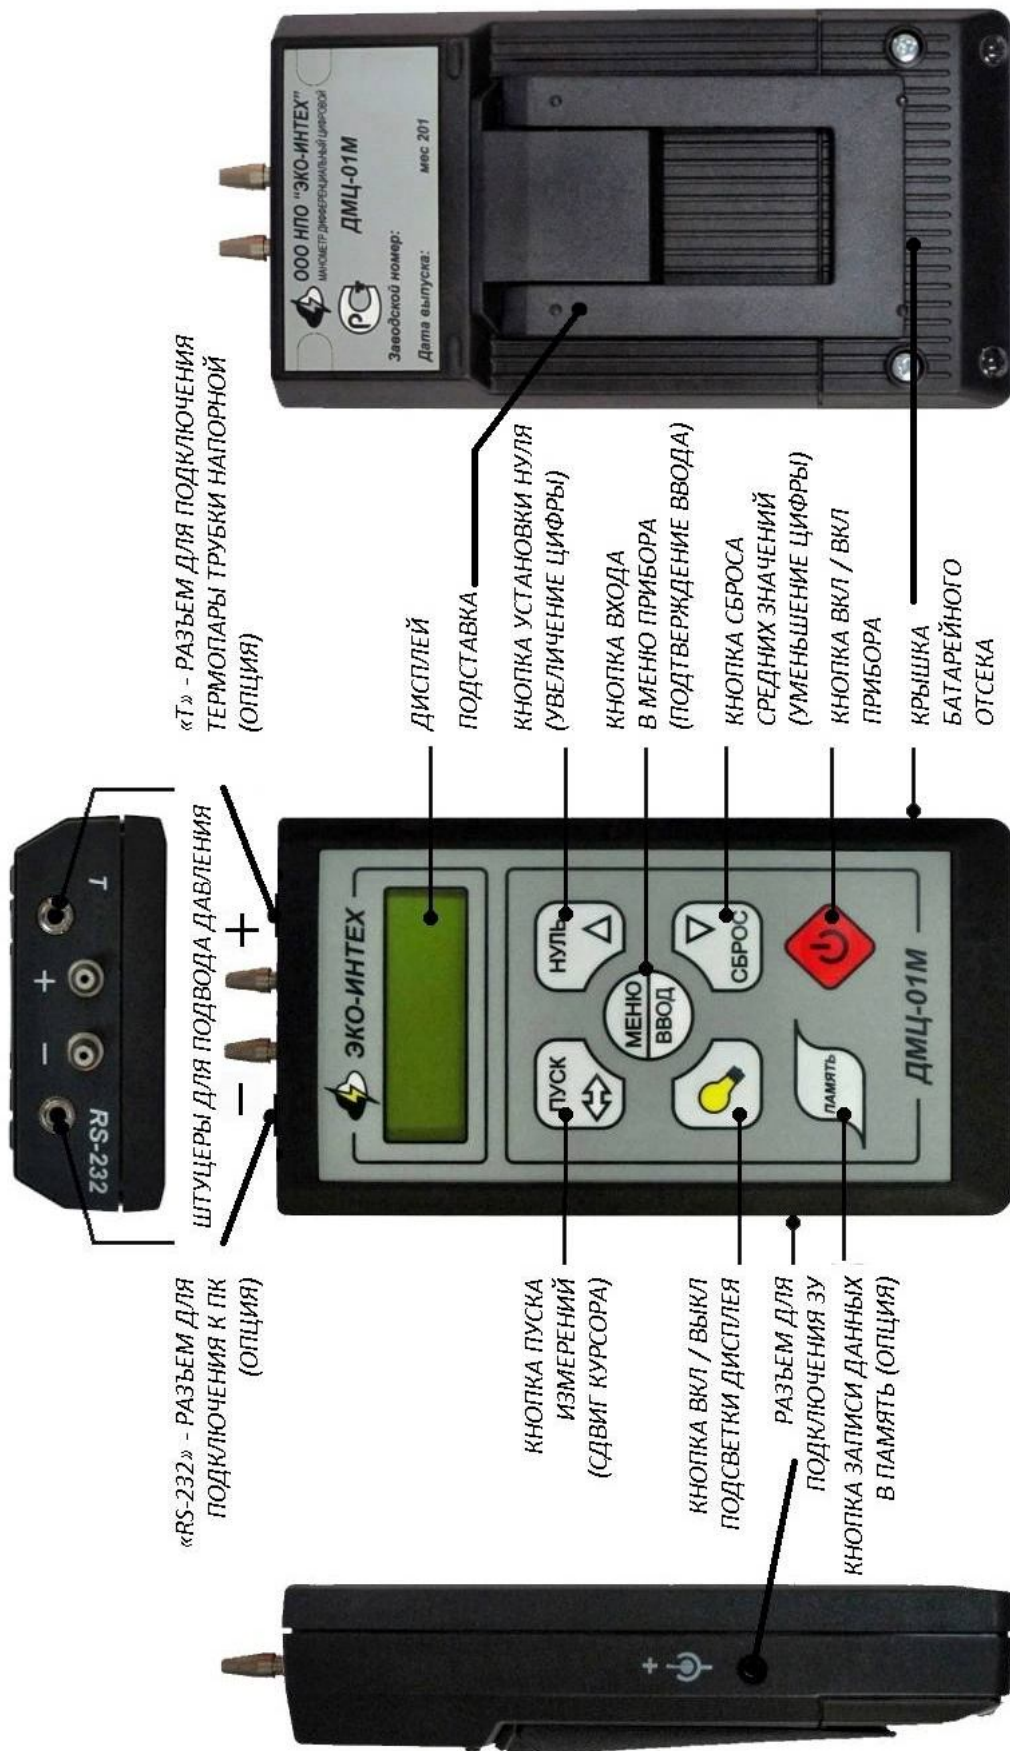

Рис. 1. Дифференциальный манометр цифровой ДМЦ-01М.
5.1. Прибор состоит из четырех основных функциональных частей: полупроводникового датчика дифференциального давления, аналого-цифрового преобразователя, микропроцессора и панели управления работой прибора. Прибор собран в пластмассовом корпусе (рис. 1), на лицевой стороне которого расположены жидкокристаллический дисплей и панель со следующими функциональными кнопками управления работой прибора: